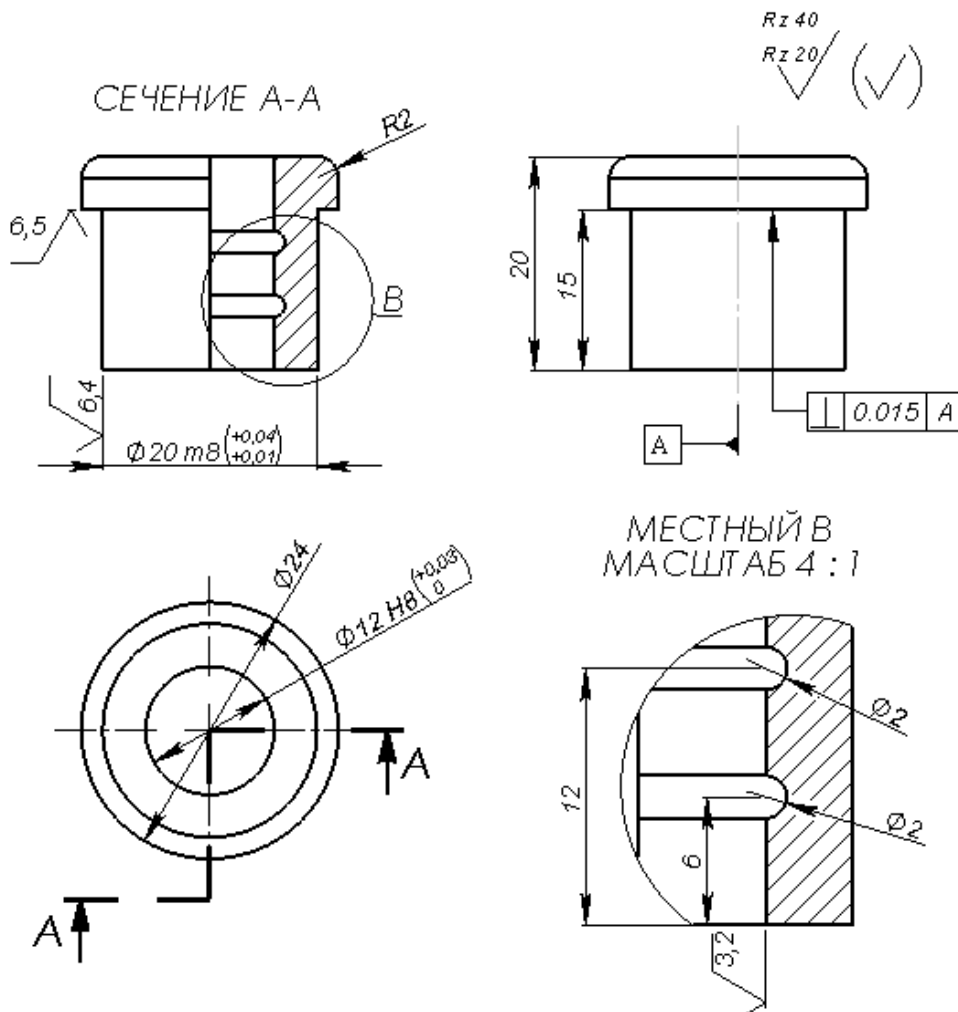

Рис. 1.Фрагмент чертежа детали «Втулка»
2. Построить 3D модель детали «**Втулка**» в соответствии с рис.1 и сохранить в папке «**Итоговое занятие**».